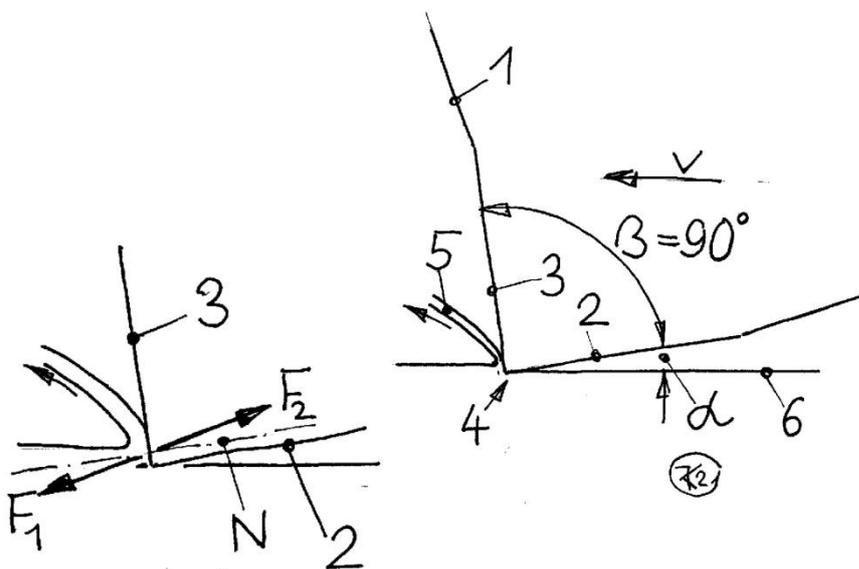

Bild 9: Schneidvorgang an der 90°- Ziehklinge
Die Ziehklinge muss in Schneidrichtung geneigt geführt werden, und zwar so, dass sich zwischen ihrer Andrückfase und der Holzfläche ein schmaler keilförmiger Spalt bildet, s. **Bild 9**.. Dessen Winkel ist der **Freiwinkel α** . Er braucht nur wenige Grad zu betragen und sorgt dafür, dass nach dem Abtrennvorgang wieder hochfederndes Holz nicht an der Andrückfase (=Freifläche).reibt. **Die Ziehklinge soll das Holz nur mit ihrer Spanfläche und deren scharfem Rand, der Schneide, berühren!**
- Die auf den Span wirkende Kraft (F_1 , Bild 9 links) staucht den Span nicht nur sondern drückt ihn auch herunter. So kann es auch beim Arbeiten gegen die Faser nicht zu einem Spalten nach vorn in die Tiefe des Holzes kommen, die 90°- Ziehklinge arbeitet darum zuverlässig ohne Ausrisse. (Das ist beim Hobel grundsätzlich anders, dort hebt die Spanfläche den Span an).